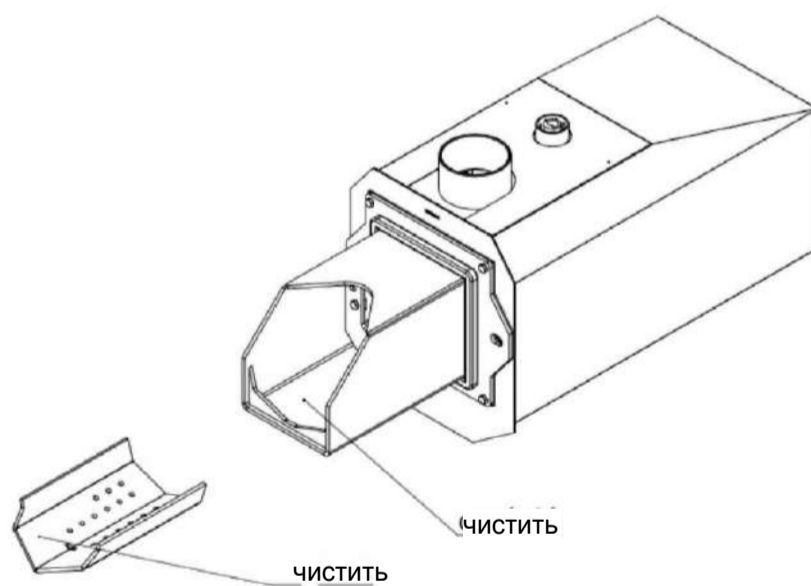

Рис. 16 Чистка форсунки Платинум Био.
3. Снять решетку форсунки и очистить ее (обратить внимание на проходимость аэрационных проводов). Очистить корпус решетки форсунки (рис.16 )